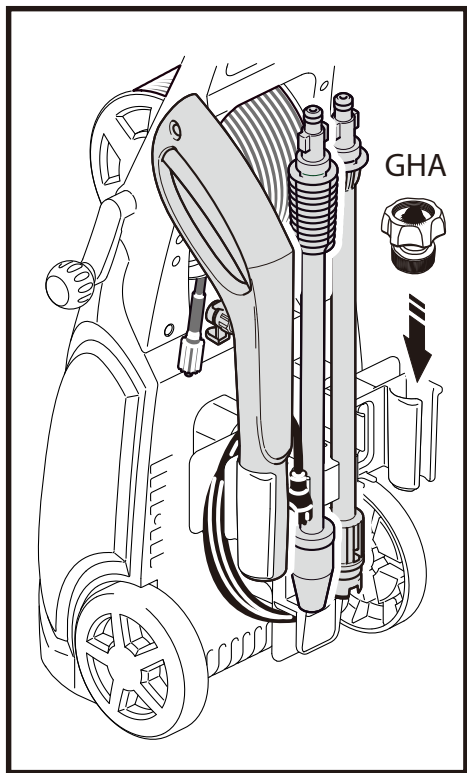

Fig. 2
- Consulte (Fig. 2) para las ubicaciones de almacenamiento de los accesorios en el soporte para accesorios.